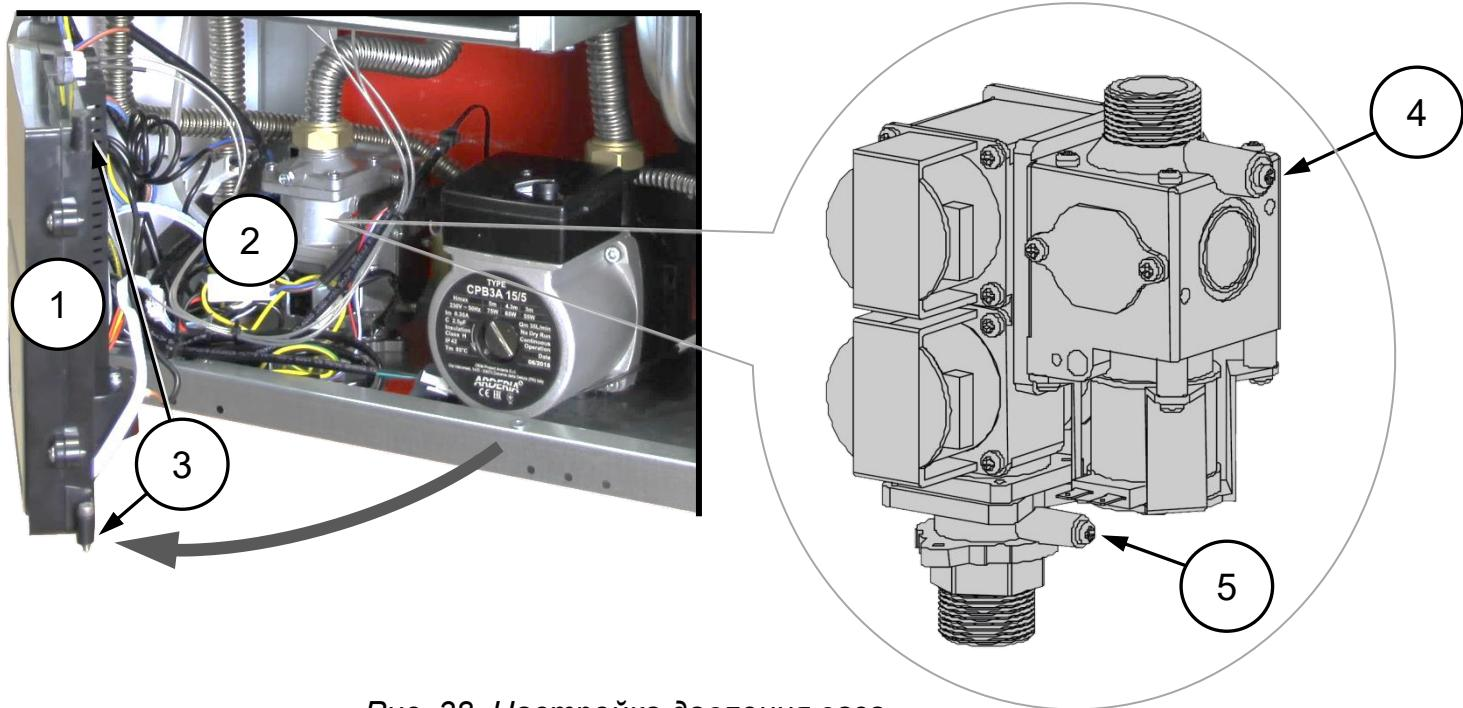

Рис. 38 Настойка давления газа.
3. Выкрутить винты крепления блока контроля и управления котлом (PCB - Power Control Block) с правой стороны (снизу и сверху) и потянув на себя повернуть блок по часовой стрелке (См. Рис. 38);